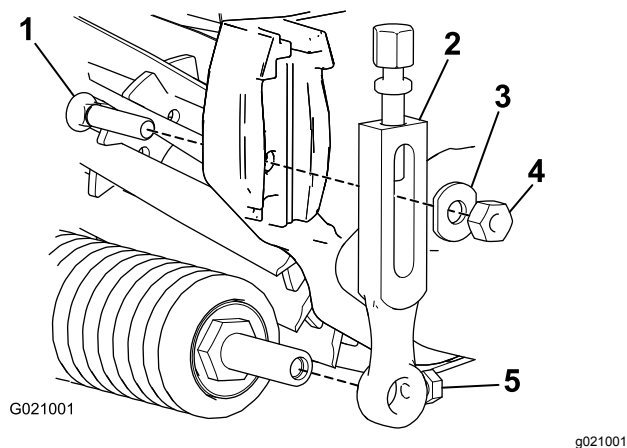

Figura 1
1. Retire el perno avellanado, la arandela y la tuerca que fijan uno de los brazos de altura de corte a la placa lateral de la unidad de corte (Figura 1).
- Afloje los tornillos de montaje del rodillo en los brazos de altura de corte (Figura 1).
- Deslice el brazo de altura de corte para retirarlo del eje del rodillo (Figura 1).